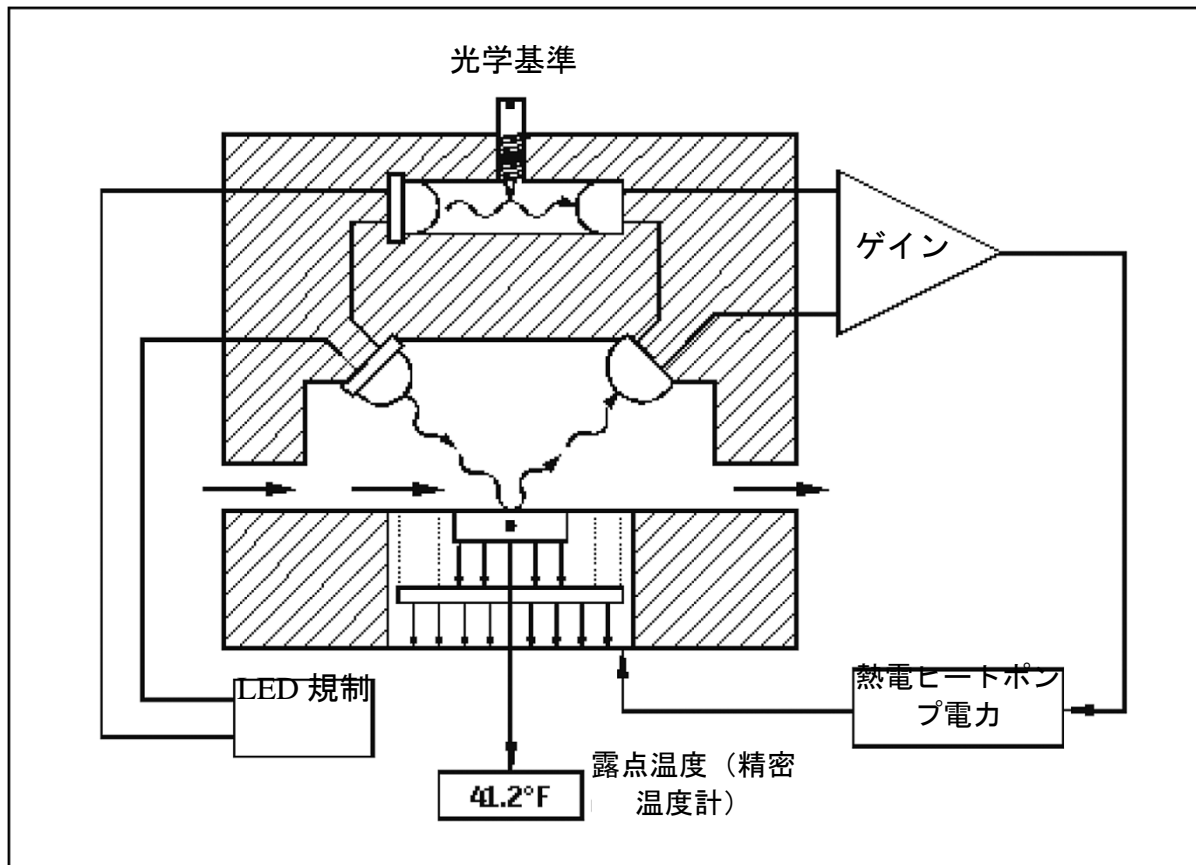

図 29 : 鏡面冷却式露点計の図解
ページ 62 図 29 は、当社露点計が露点を検出し測定する方法を示しています。鏡面にガリウムヒ素エミッタ (IR) からの赤外スペクトル光を照射しておき、鏡面からの反射光を受光検出器で監視します。受光検出器は、鏡面に露がなければ照射され、露が形成されるとほとんど光を検出しません。測定用とは別に LED と受光検出器が用意されており、OptiSonde の構成で熱的に誘導される変化を補正する基準として用いられます。受光検出器は、電気ブリッジ回路に配置され、出力電流は鏡面からの照射光に比例します。ブリッジの出力は、熱電冷却器への電流をコントロールします。